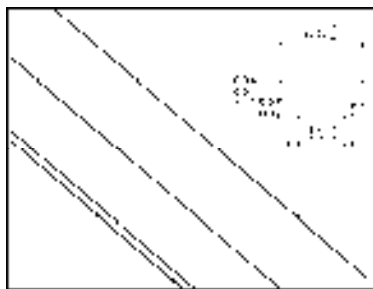

图 13-192 绘制结果
1) 绘制阳台栏杆。调用“矩形”命令，分别绘制尺寸为 440mm×100mm、340mm×80mm 的矩形；调用“直线”命令，绘制直线，结果如图 13-192 所示。